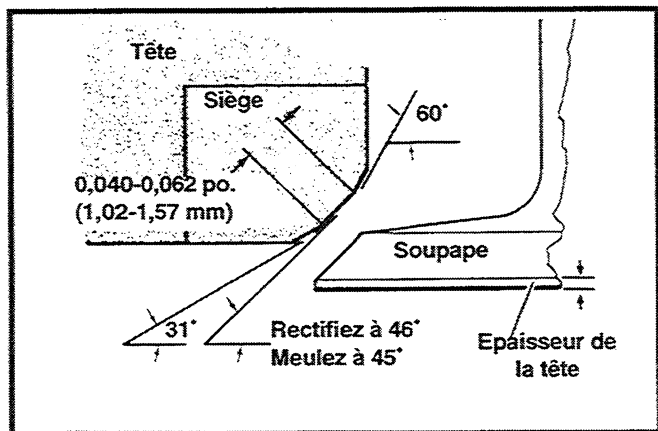

Figure 3-20. Angles des sièges de soupapes
Voir Figure 3-20. Rectifiez les angles des sièges suivant les 3 angles indiqués sur la figure. Utilisez une FRAISE DE PORTEE SIEGE DE SOUPE NEWAY (réf. 444 HDF) qui est l'une des pièces du jeu de FRAISE DE PORTEE DE SIEGE DE SOUPE NEWAY, réf. HD- 35758). Meulez toujours les soupapes avant de rectifier les sièges.
3. Voir Figure 3-20. Vérifiez l'empreinte sur la portée de la soupape. Elle devrait mesurer 0,040-0,062 po. (1,02-1,57 mm) de largeur et son centre situé à 2/3 du bord extérieur de la portée.